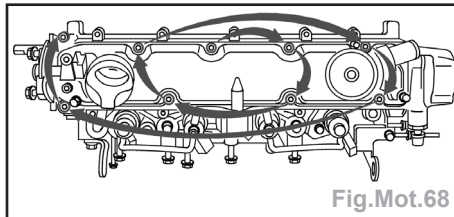

Fig.Mot.68
- les goujons (16) à **2,5 daN.m** + **LOC-TITE FREINFILET**,
- les écrous (15) à **2,0 daN.m**,
- les vis (17) à **2,0 daN.m**.
- Brancher les connecteurs (12).
- Reposer le support (13).
- Approcher les vis et serrer progressivement et en spirale les vis du couvre-culasse en commençant par l'intérieur à **1,0 daN.m** (Fig.Mot.68).